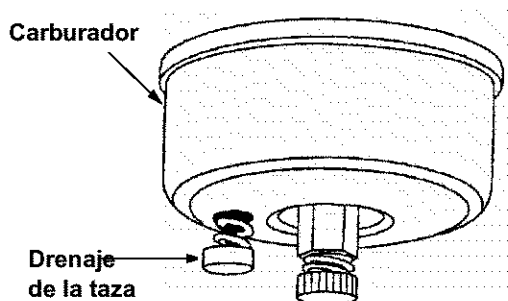

Figura 16
3. Drene el carburador presionando hacia arriba el drenaje de la taza, ubicado debajo de la cubierta del carburador. Ver Figura 16 .
4. Retire la bujía y vierta (1) onza de aceite para motor a través del orificio de la bujía y hacia el interior del cilindro. Cubra el orificio de la bujía con un trapo y ponga el motor en marcha varias veces para distribuir el aceite. Reemplace la bujía.